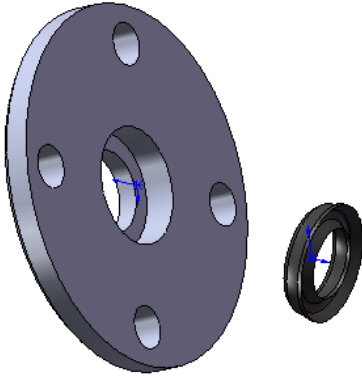

Рисунок 11.20 - Зміна розташування деталей
3. Перш ніж задати сполучення, зорієнтуємо деталі в просторі з урахуванням конфігурації створюваного складання, для цього активізуємо кнопку - **«Врацать компонент»** і повернемо манжету в напрямку до кришки (рис. 11.20).